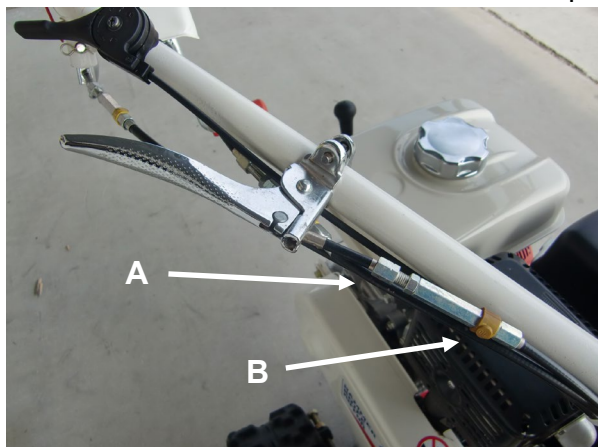
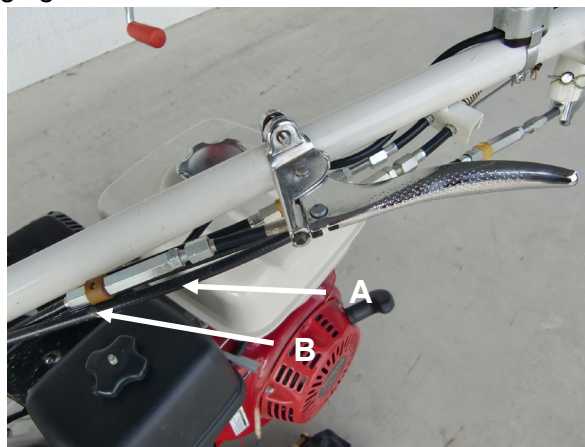

Figure 20
Figure 21
S'il est difficile de régler le guidon pour régler l'orientation droite et gauche (levier de droite, Figure 20) ou pour régler la hauteur (levier de gauche, Figure 21) ajustez les câbles comme suit :
- Poussez la courroie avec un doigt sur (F, Figure 21) de la ceinture doit passer de 3 à 5 mm. Si la courroie ne se déplace pas en conséquence, ajuster avec les vis A et B.